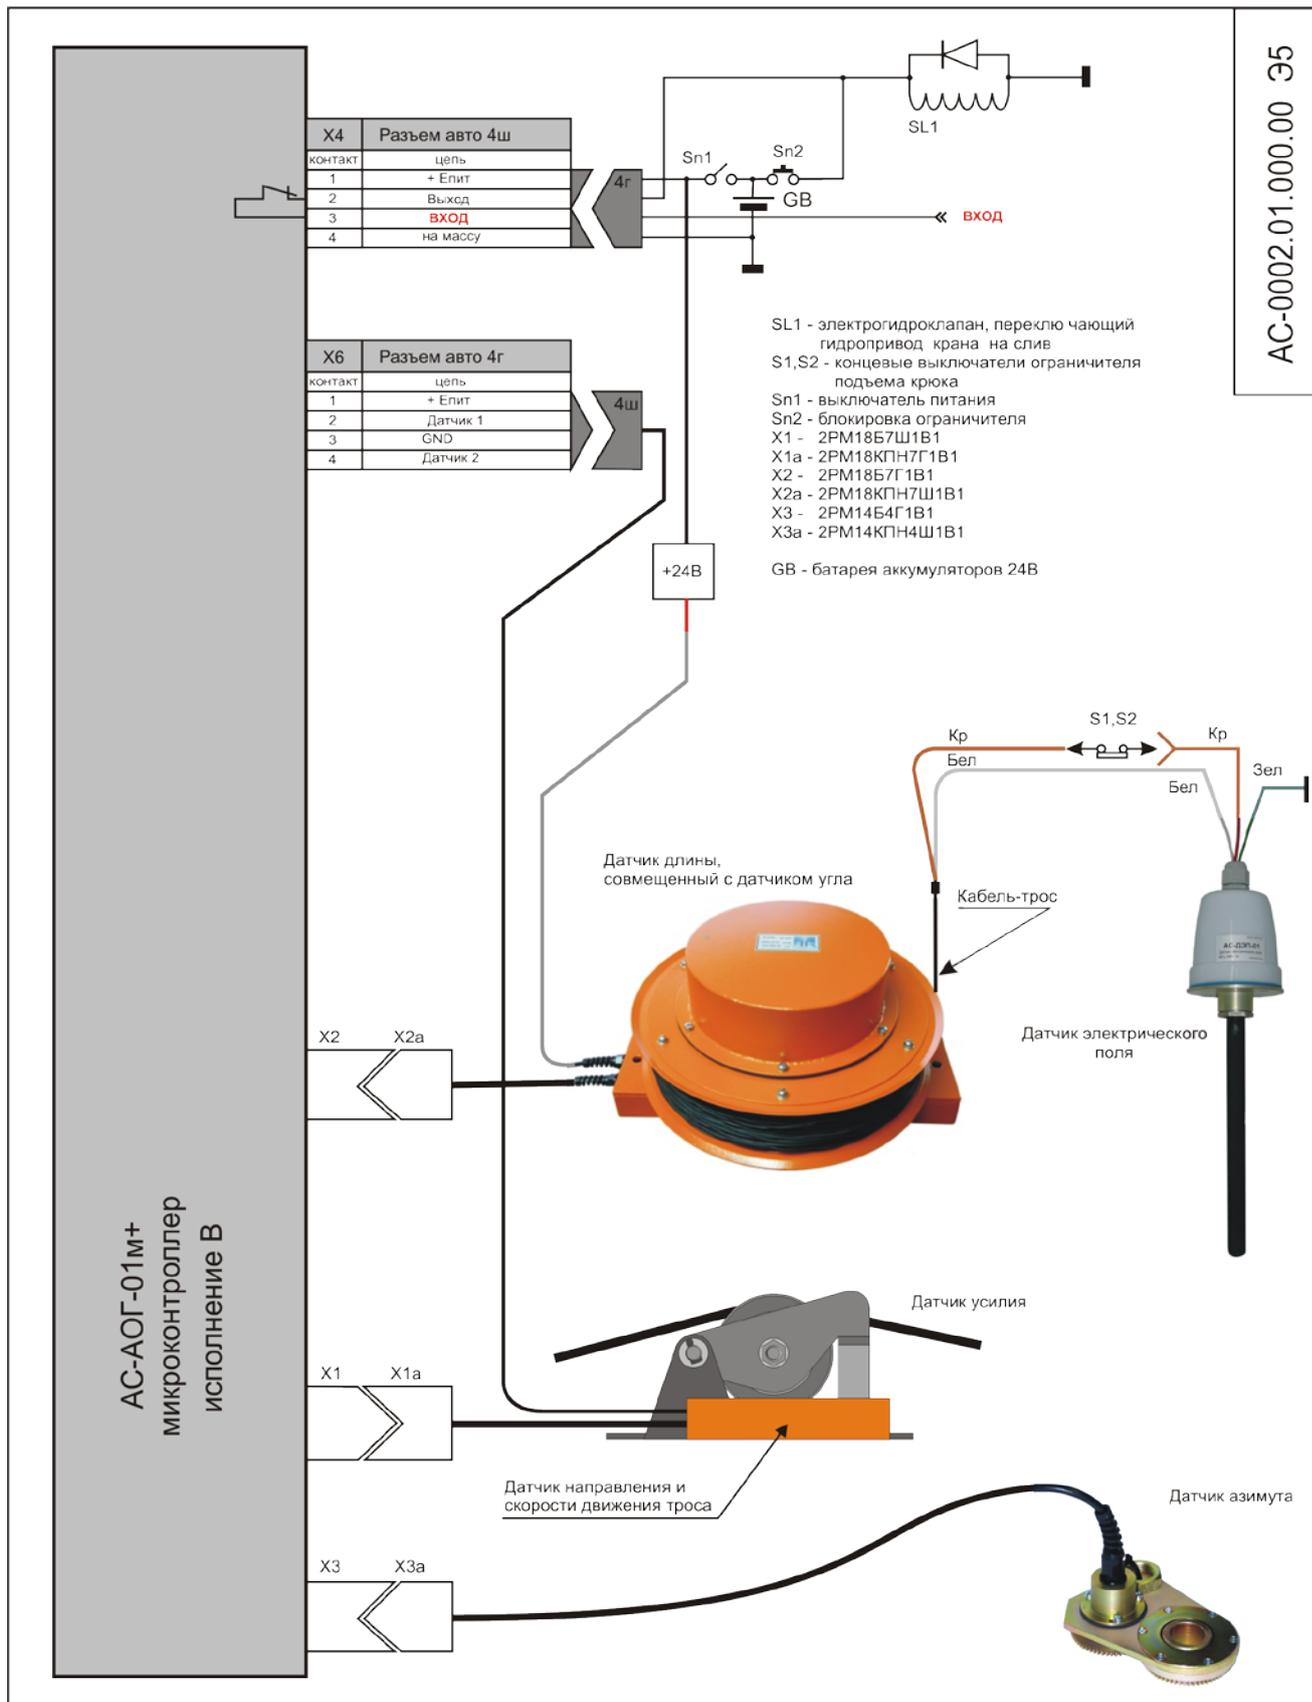

Рис.3
6.1. Описание работы проводится по схеме подключения рис.3.
Подсоединение АОГ к электрооборудованию крана должно быть произведено в соответствии со схемой подключения рис.3, а именно к разъемам X4, X6 (X5-если установлены сенсоры на ручках управления, Приложение 8) расположенным на тыльной стороне блока АОГ (рис.2), на задней стенке.
В обычной практике применения крана достаточно использовать подключение по схеме Рис.3.
7.4. Подключение составных частей, а также подключение системы АОГ к системе электрооборудования крана производите в соответствии со схемой подключения АС-0002.00.000.00м Э5, рис.3.